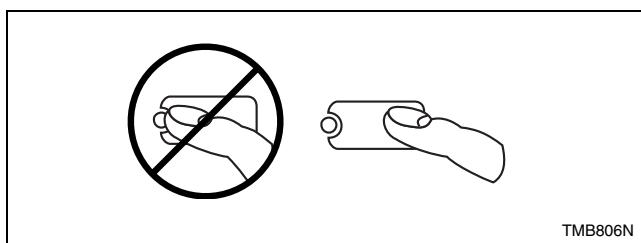

Figura 16
**NOTA:** No pulse directamente las luces o el centro del botón. Para efectuar una selección apropiada, pulse el botón ligeramente a la derecha del centro. Consulte la *Figura 16*.